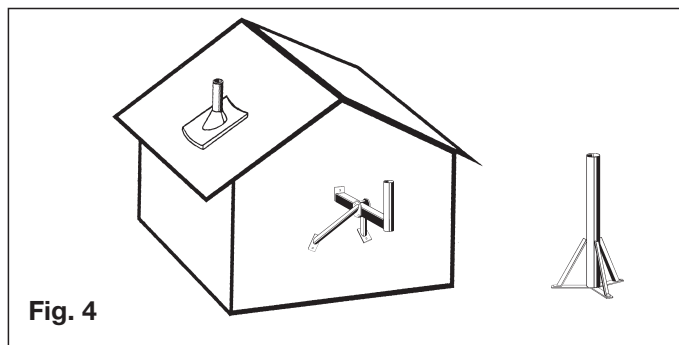

Fig. 4
5. Montaggio dell'antenna (fig. 4)